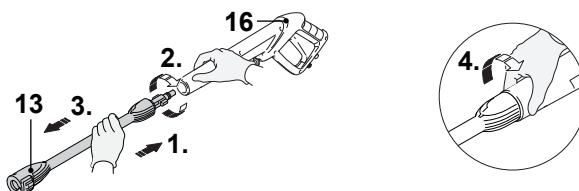

Fig. 12
1. Instale siempre la lanza extensible (13) cuando se sirva de la boquilla rotativa (14) (Fig. 12).